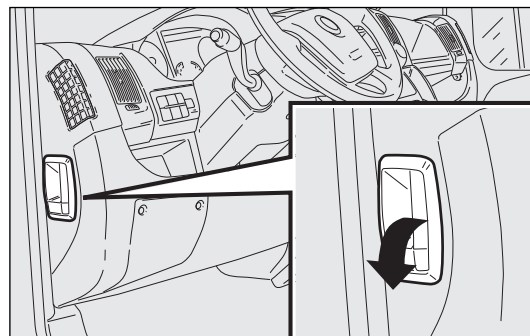

fig. 129
- ☐ tirar de la palanca fig. 129 hacia el sentido indicado por la flecha;